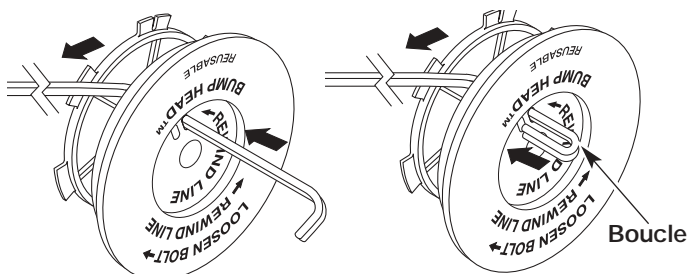

Fig. 38
- Découpez environ 3 m (9 pi) de fil neuf. Insérez une extrémité de fil dans l'un des deux trous du moulinet intérieur (Fig. 38). Tirez le fil jusqu'à ne laisser que 10 cm (4 po) environ.
- Insérez l'extrémité du fil dans le trou ouvert du moulinet et tirez sur le fil pour que la boucle soit le plus petit possible (Fig. 38).